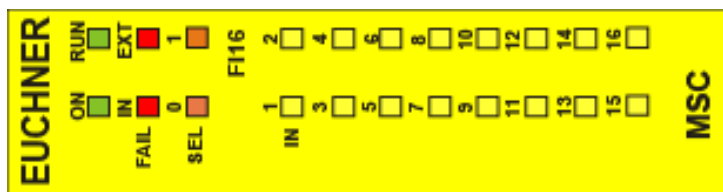

Figure 19 :
8.3.7. Module FI16 (Figure 19)